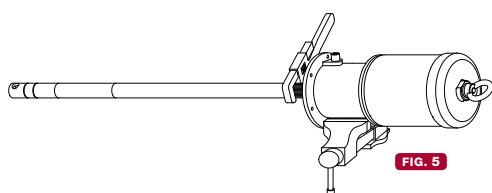

FIG. 5
-  1. Attach the pump to a vice (fig. 5), unthread the suction tube (53) from the pump body (37) and pull out the tube until the pin (51) is visible.
-  1. Sätt fast pumpen i ett skruvstycke (fig. 5), demontera pumprör (53) från pump kropp (37) och skruva bort rör tills låspinne (51) blir synlig.
-  1. Befestigen Sie die Pumpe waagrecht auf einer Werkbank (Fig.5), lösen Sie das Ansaugrohr (53) und schrauben Sie es vom Pumpenkörper (37) ab und ziehen Sie das Rohr heraus, bis der Stift (51) sichtbar wird.